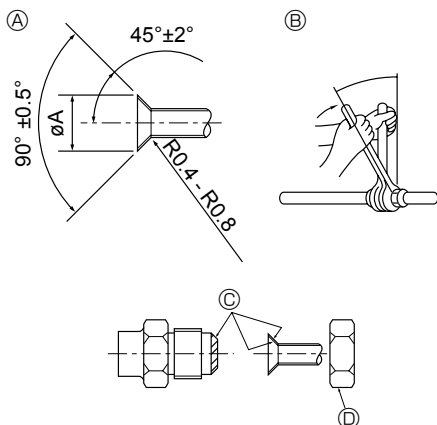

Fig. 4-1
4.1. Σωλήνες σύνδεσης (Fig. 4-1)